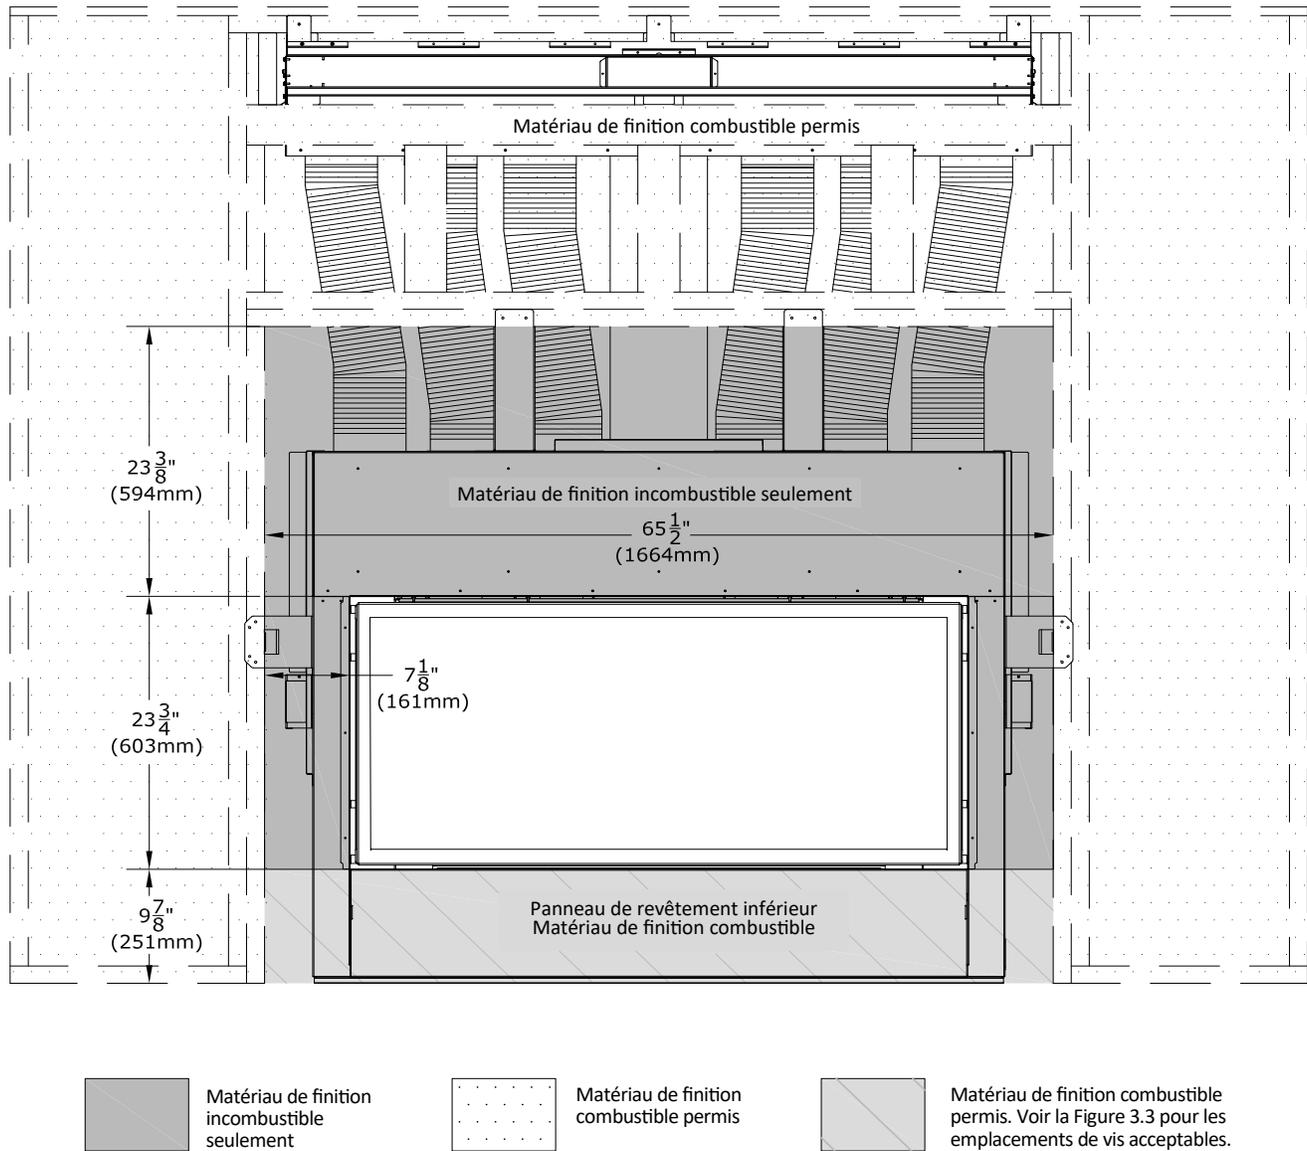
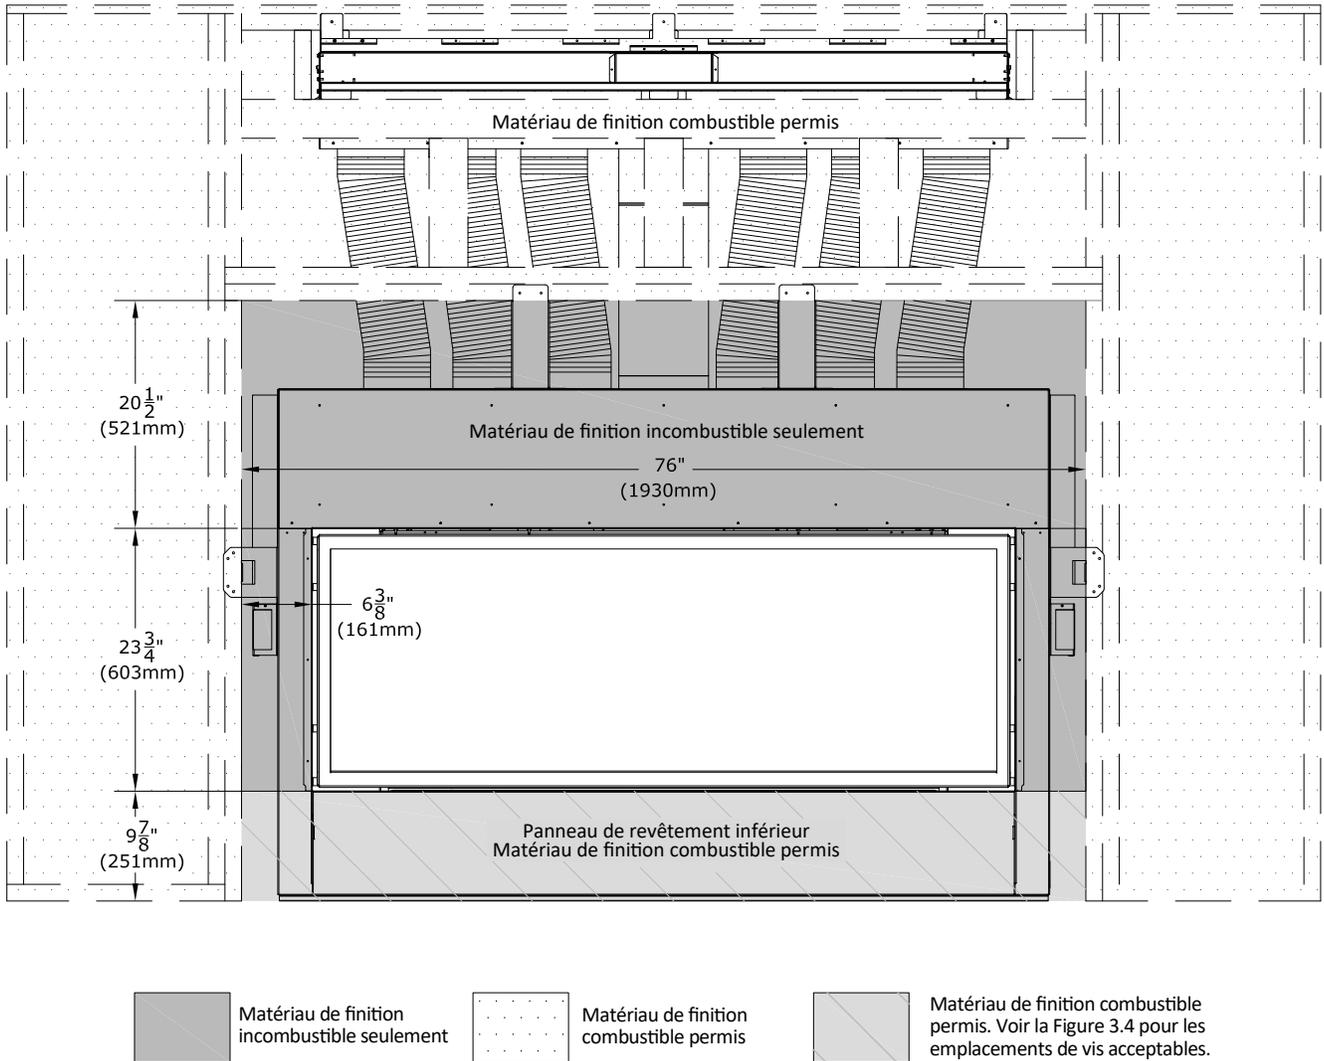

Figure 3.1 - Dimensions minimums des matériaux de finition incombustibles (foyer Nordik 48TL)
Figure 3.2 - Dimensions minimums des matériaux de finition incombustibles (foyer Nordik 60TL)
- La Figure 3.6 montre l'installation de matériaux de finition murale combustibles d'une épaisseur maximum de 1 po (25 mm) pour le foyer Nordik 48TL. Ces matériaux combustibles sont installés par-dessus tous les matériaux incombustibles exigés, tel que montré à la Figure 3.1.
- La Figure 3.7 montre l'installation de matériaux de finition murale combustibles d'une épaisseur maximum de 1 po (25 mm) pour le foyer Nordik 60TL. Ces matériaux combustibles sont installés par-dessus tous les matériaux incombustibles exigés, tel que montré à la Figure 3.2.
- Les matériaux de finition murale combustibles de 1 po (25 mm) d'épaisseur doivent être installés par-dessus tout matériau de finition incombustible exigé, tel que spécifié dans ce manuel. Voir les Figures 3.1 et 3.2.
- La Figure 3.1 (Nordik 48TL) et la Figure 3.2 (Nordik 60TL) montrent la zone de finition incombustible pour l'exigence minimum des matériaux de finition incombustibles.